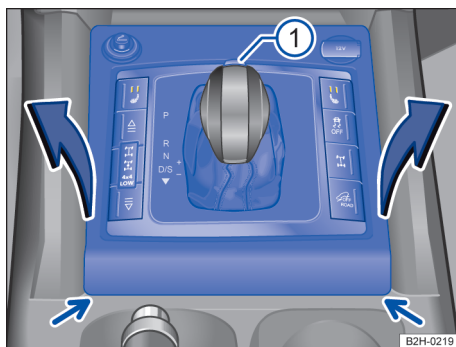

Fig. 102 Desmontar a cobertura do quadro da alavanca seletora.
- Remover com cuidado a cobertura do quadro da alavanca seletora → Fig. 102 (setas), por exemplo, com uma chave de fenda.
- Puxar cuidadosamente para cima a cobertura na região da guarnição da alavanca seletora com os cabos elétricos conectados → Fig. 102.
- Pressionar o botão bloqueador dianteiro na manopla da alavanca seletora → Fig. 102 ① e levar a alavanca seletora para a posição **N**.